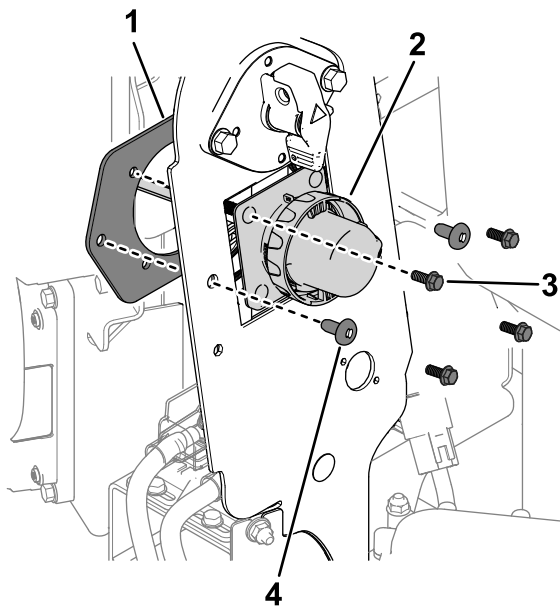

Figura 2
- 2. Remova as ferragens que prendem o conector do carregador e a placa do conector ao painel da estrutura (Figura 2).